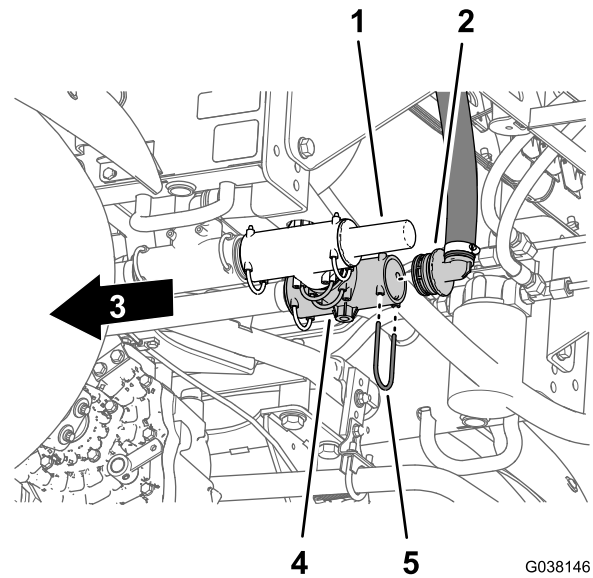

Figure 23
- Débranchez le raccord à 90° cannelé du raccord en T (Figure 23).
- À l'arrière de la machine, déposez l'étrier qui fixe le raccord à 90° cannelé du flexible de retour au raccord en T situé du côté intérieur du clapet de décharge (Figure 23).